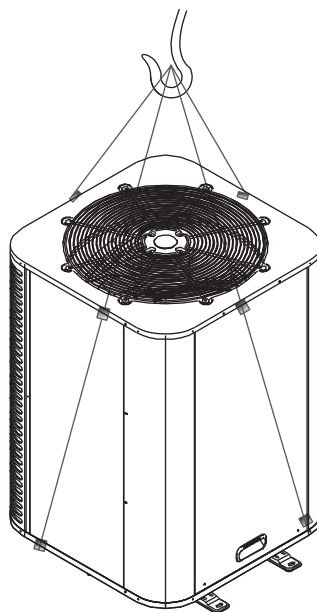

图3.2
- 2) 吊装：吊装前，为方便穿插吊绳（带），必要时可以先打开本机组下层的前后盖板，等机组安装完毕后将盖板复位即可。起吊吊绳（带）能承受的强度应比机组的重量至少大3倍，检查及保证吊钩是紧固着机组，起吊角度应大于60度。为防止机组损伤，应在机组和钢索接触处加上至少50mm厚度的木块、布料或硬纸。起吊时，任何人员切勿站在机组下面。（参见图3.2）